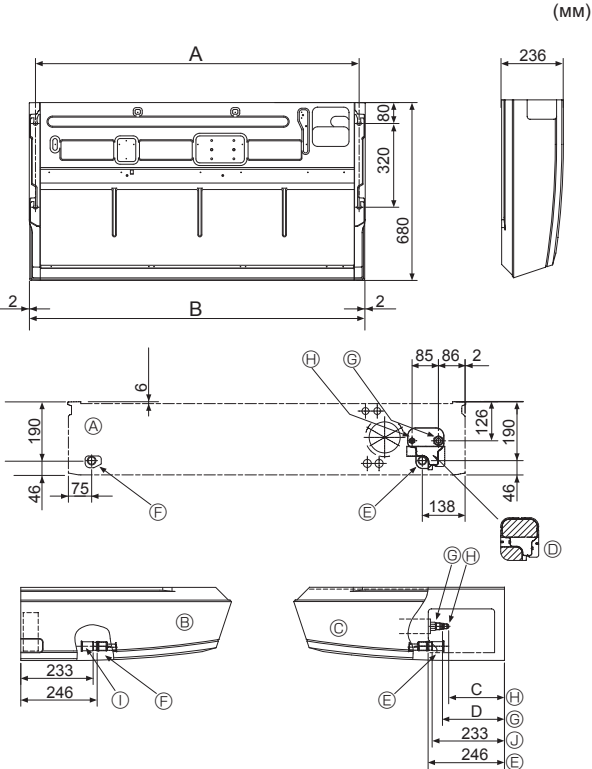

Fig. 3-2
①	Прокладка	4 шт.
②	Изоляция для труб	1 шт. Большой размер (для газового трубопровода)
③	Изоляция для труб	1 шт. Небольшой размер (для жидкостного трубопровода)
④	Лента	4 шт.
⑤	Соединительная муфта	1 шт. С отметкой "UNIT"
⑥	Изоляция для муфты	1 шт.
⑦	Изоляция для дренажного трубопровода	1 шт.
⑧	Гайка раструбного стыка	1 шт. $\varnothing 6,35$ (Только M60)
3.2. Подготовка к установке (Fig. 3-2)